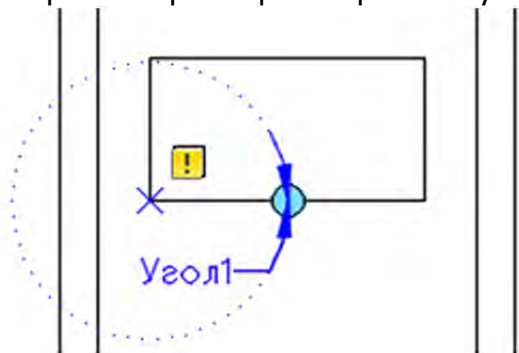

Рисунок 9.24 Установка параметра поворота
2. Выберите параметр «Поворот»  на вкладке «Параметры» панели «Вариаций блока». Установите базовую точку параметра, которая будет определять точку, относительно которой будет происходить вращение объекта. Укажите радиус вращения. Укажите угол поворота объекта, определив тем самым положение ручки, за которую будет происходить вращение и доступный угол вращения объекта. В последствии можно редактировать, как положение ручки, так и угол поворота. Параметр поворота по умолчанию называется «Угол1» (рисунок 9.24).